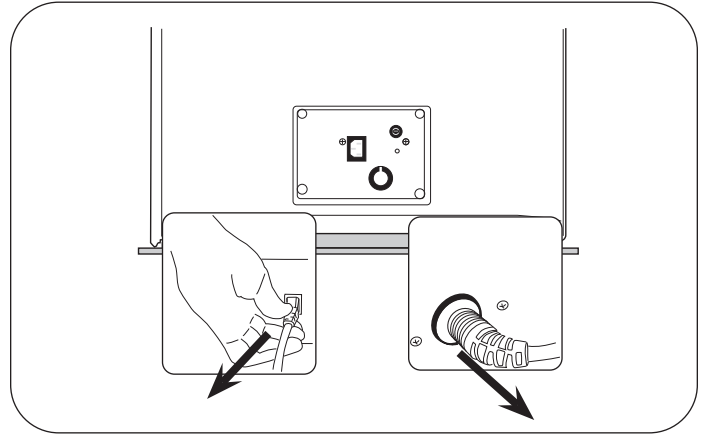

Figura 12. Desconecte el control de pie y los cables de alimentación
14. Desconecte el control de pie y el cable de alimentación y colóquelos en el cajón de almacenamiento delantero (Figura 12).